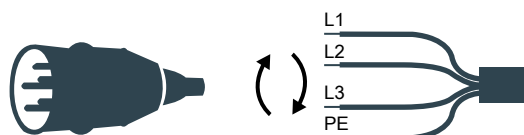

Bild 19 Anschluss der Stromversorgung.
- 12.** Drücken Sie die Taste an der Bedieneinheit, um die Plattform anzuheben. Lassen Sie die Taste los, wenn die Plattform die gewünschte Höhe erreicht hat oder sich 10 Sekunden lang nicht nach oben bewegt hat. Wenn das Anheben unterbrochen ist, hat die Hydraulikpumpe wahrscheinlich die falsche Drehrichtung. Tauschen Sie in diesem Fall die Phasen des elektrischen Anschlusses (siehe Abb. 19). Versuchen Sie anschließend erneut, die Plattform nach oben zu fahren.